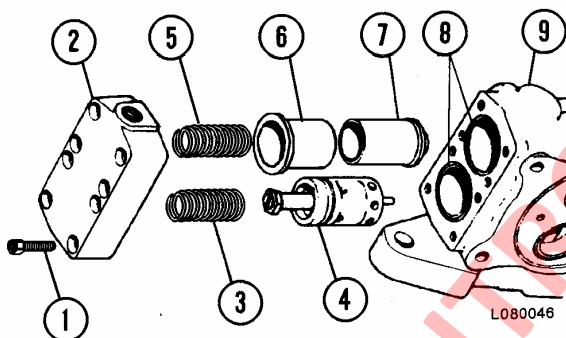

FIGURA 10-5. SECCION DE ENTRADA
- c. Desconecte el tubo de la cubierta (2, Figura 10-5). Desconecte la(s) manguera(s) de la lumbrera superior.
- d. Retire los pernos (1) y la cubierta (2). Retire el resorte (3) y la válvula de alivio (4).
- e. Instale la nueva válvula de alivio (4), el resorte (3), la cubierta (2), y los nuevos anillos de goma (8). Instale y apriete los pernos (1). Conecte el tubo al fitting en la cubierta (2). Instale la(s) manguera(s) en la lumbrera superior.